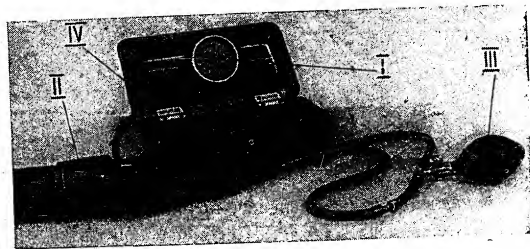

Рис. 1.
Тонометр состоит из 3 основных частей (рис. 1): манометра (I), манжеты (II) и пневматического нагнетателя (III).
Мембрана (9, рис. 2-а), помещенная в корпусе (1), через металлическую трубку (10), оливу (2), резиновую трубку и манжету (II, рис. 1) соединяются с пневматическим нагнетателем (III, рис. 1). Манометр при помощи пружинного зажима и его ушков (4) может быть подвешен или прикреплен к одежде пациента.
Манжета (II, рис. 1) представляет собой резиновый мешок, вложенный в защитный матерчатый чехол, имеющий длинный суженный шлейф для плотного закрепления манжеты на руке.